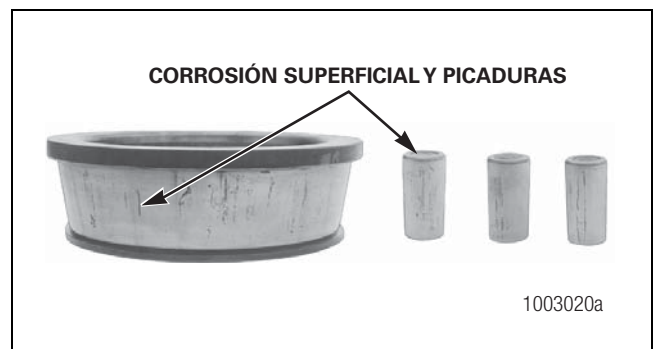

Figura 4.5
- Hay daño en los rodillos y en las superficies de la copa y la pista interior del cono que tocan los rodillos. Figura 4.5.